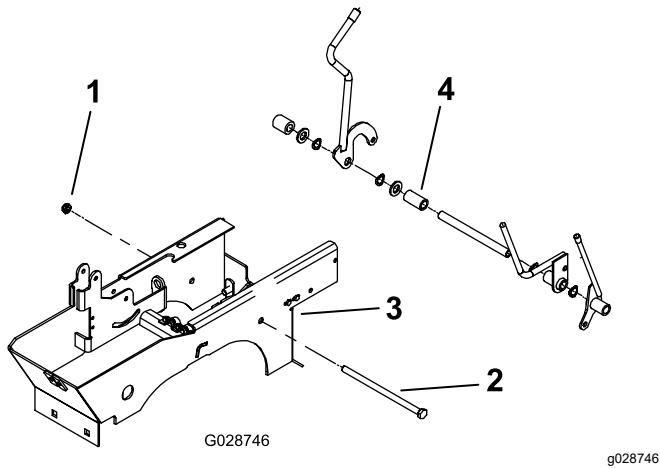

Рисунок 7
- Снимите гайку и болт, которые крепят рычаги пульта к опорному кронштейну рычага (Рисунок 7), и снимите узел рычага пульта с опорного кронштейна рычага.
- Снимите проставку (Рисунок 7) с узла и установите новый рычаг механизма отбора мощности на штатное место на шарнирной трубе.